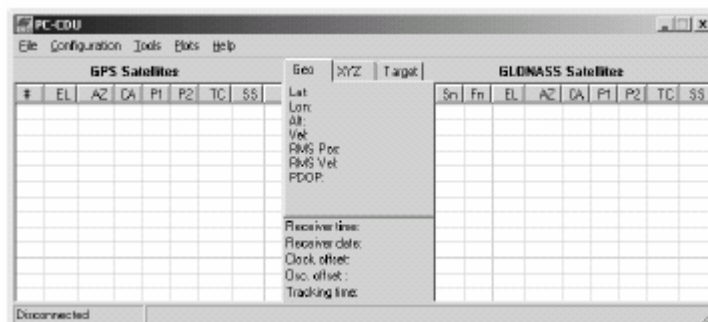

Figura 2-7. Pantalla principal de PC-CDU
1. Cuando estén conectados el receptor y el ordenador, inicie PC-CDU en su ordenador. Se abrirá la pantalla principal de PC-CDU (Figura 2-7).